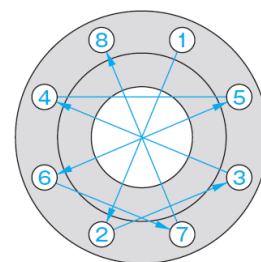

図1. 対角締め手順
- ① 図1のように、対角位置にあるボルトを順番に締め付ける。
- ② 締付トルクは段階的に増加させ、（例えば目標締付トルクの10% → 20% → 60% → 100%）均等に締め付ける。
- ③ フランジ面間の間をノギスなどで対角に4箇所測定し、片締めしていないか確認する。